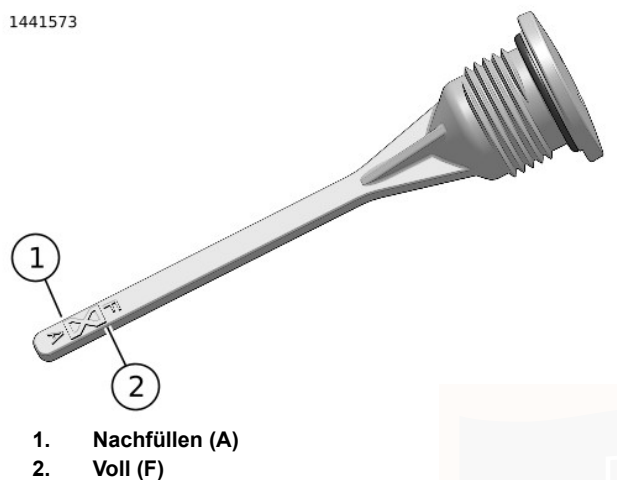

Abbildung 49. Getriebeschmiermittelstand
6. Abbildung 49 Einfüllverschlusstoppfen/Ölmesstab entfernen. Den Schmiermittelstand auf dem Ölmesstab prüfen. Der richtige Ölstand liegt zwischen den Markierungen Add (A) (1) und Full (F) (2).
6. Den Schmiermittelstand prüfen. Ausreichend Schmiermittel zugeben, bis der Füllstand zwischen den Markierungen A (Hinzufügen) und F (Voll) liegt. Siehe Abbildung 49.